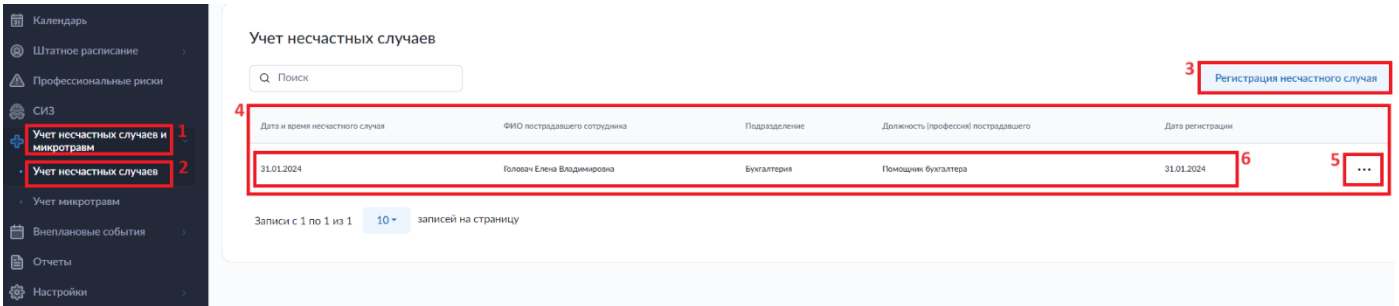

Рисунок 98. Раздел «Учет несчастных случаев и микротравм». Подраздел «Учет несчастных случаев»
Внесение в систему сведений о несчастном случае проводится в подразделе «Учет несчастных случаев» (2) раздела «Учет несчастных случаев и микротравм» (1) (рис. 98). Для того, чтобы внести в систему информацию о произошедшем несчастном случае необходимо нажать на кнопку «Регистрация несчастного случая» (3).